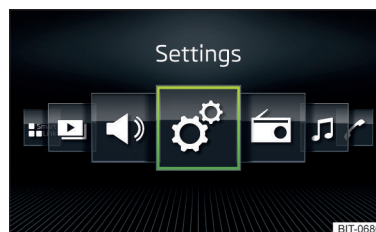

Fig. 123
- Selectați opțiunea **Afișare rastru** » **fig. 122** sau **Afișare orizontală** » **fig. 123**.